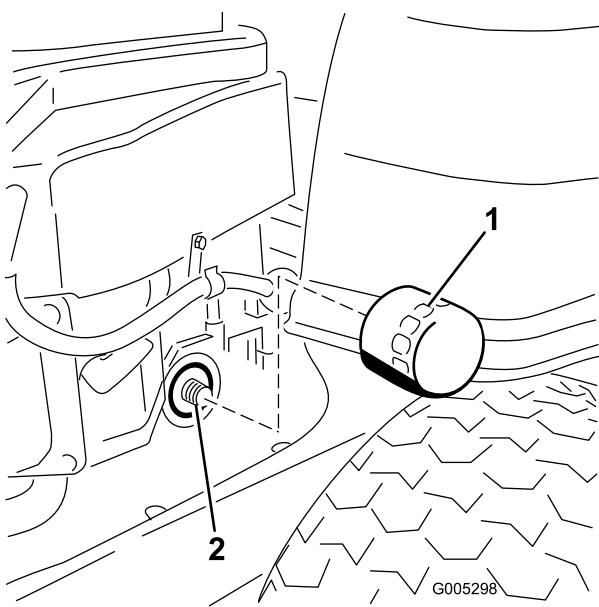

Figura 30
- Localice el filtro de aceite, en el lado derecho del motor. Retire el filtro usado y límpie el adaptador del filtro con un paño (Figura 30).
12. Instale el filtro de aceite nuevo en el adaptador. Gire el filtro de aceite en el sentido de las agujas del reloj hasta que la junta de goma entre en contacto con el adaptador, luego apriete el filtro de $\frac{3}{4}$ a una vuelta más (Figura 30). Limpie cualquier exceso de aceite del bastidor.